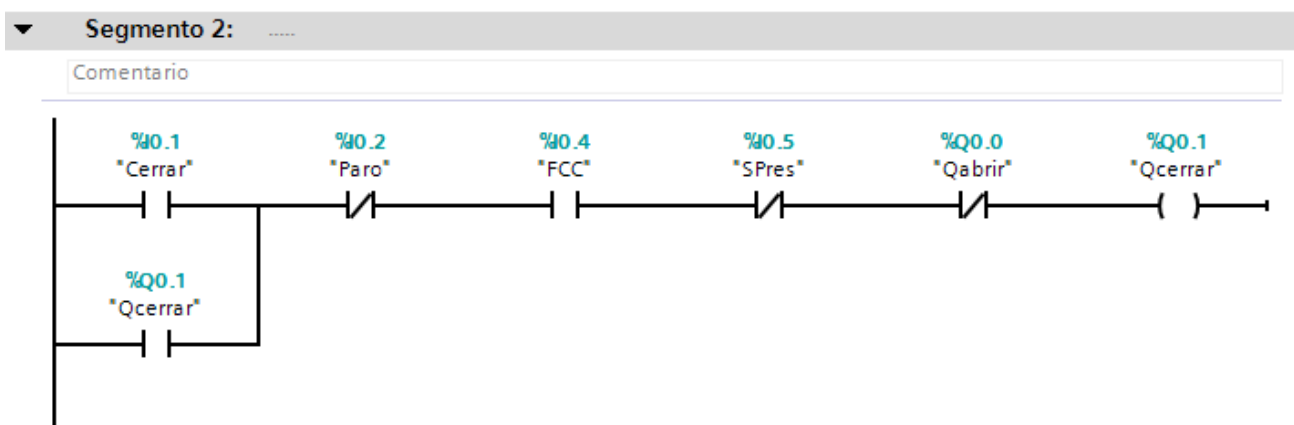

Figura 19. Segmento 2 completo.
19. Ahora cree el segmento 2 del programa como se muestra en la Figura 19.